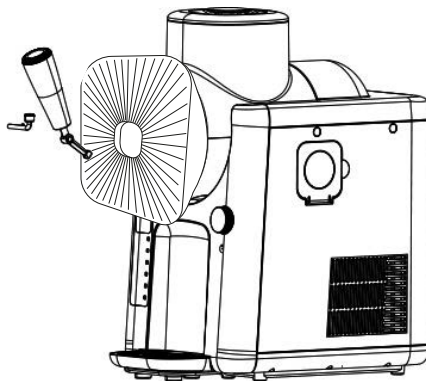

Fig. 4
11. Sæt hanen ind i åbningen, og fastgør den ved at indsætte låsestiften (fig. 4). Sørg for, at udløbsåbningerne og hanehåndtaget er justeret. Sæt derefter låsestiften i, og drej den, indtil den lille sidestift passer ind i enhedens åbning. Hvis det hvide stempel i udløbstragten ikke er korrekt placeret og forhindrer, at hanen kan sættes i, skal du følge instruktionerne i kapitlet „Rengøring og pleje“.